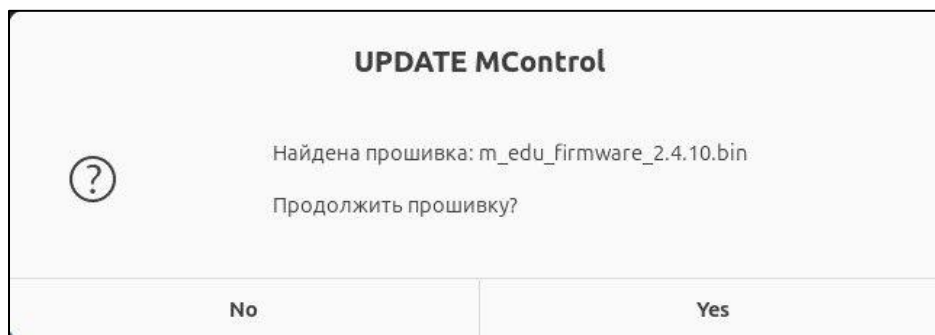

Рисунок 87 – Уведомление прошивки
- 1) Выберите «Обновление прошивки» и нажмите «ОК». Отобразится уведомление «Найдена прошивка: ... Продолжить прошивку?» (см. Рисунок 87).